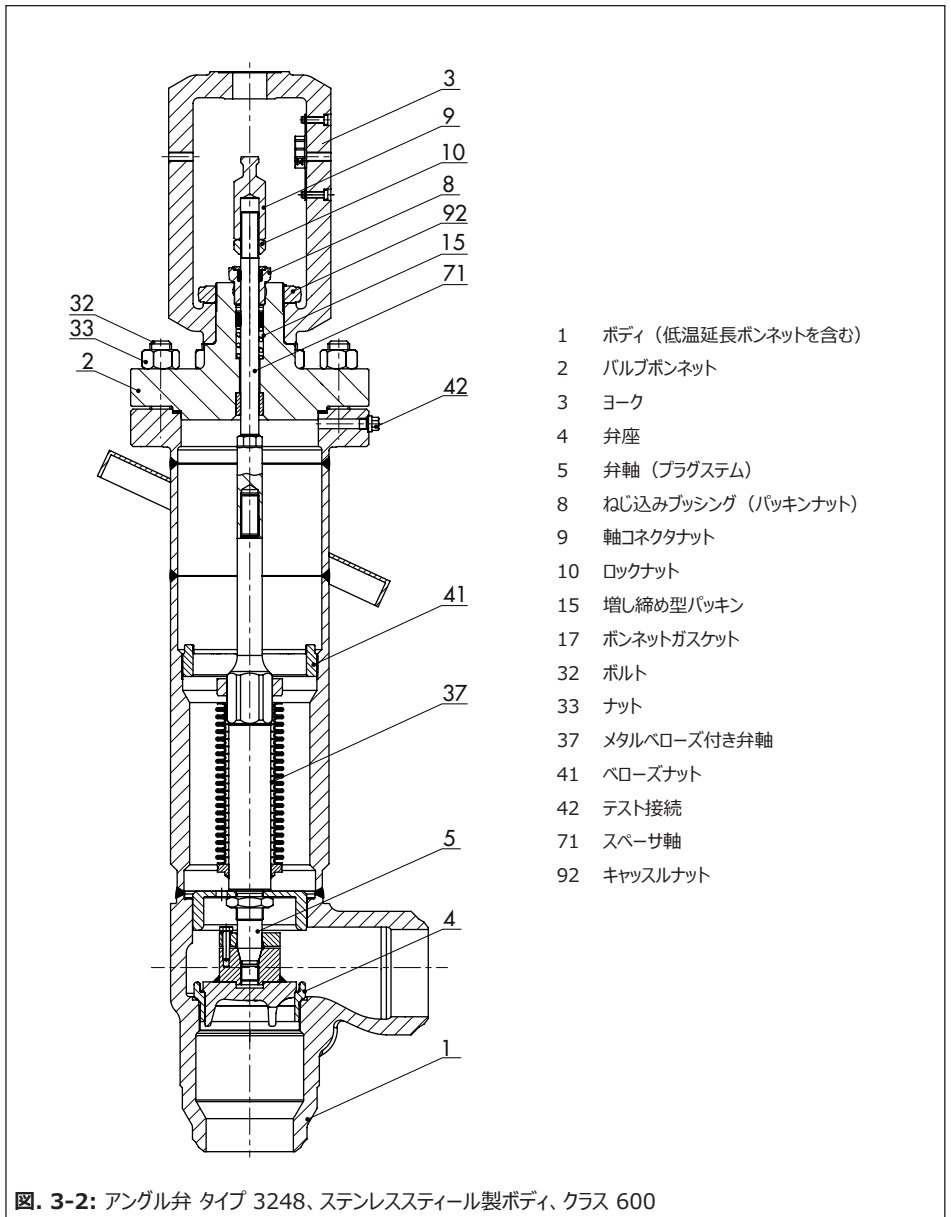

図. 3-2: アンゲル弁 タイプ 3248、ステンレススティール製ボディ、クラス 600
(図. 3-2 をご覧ください)
仕様では、バルブボンネット (2) は中間部品として設計されています。ヨーク (3) はキャススルナット (92) でバルブボンネットに留めます (図. 3-2 をご覧ください)。